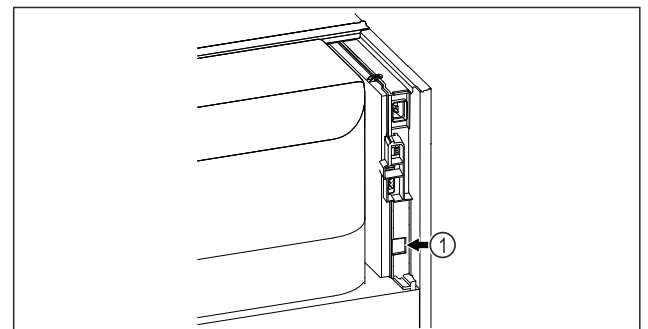

Fig. 127
- SmartModule Fig. 127 (1) ist eingesetzt.